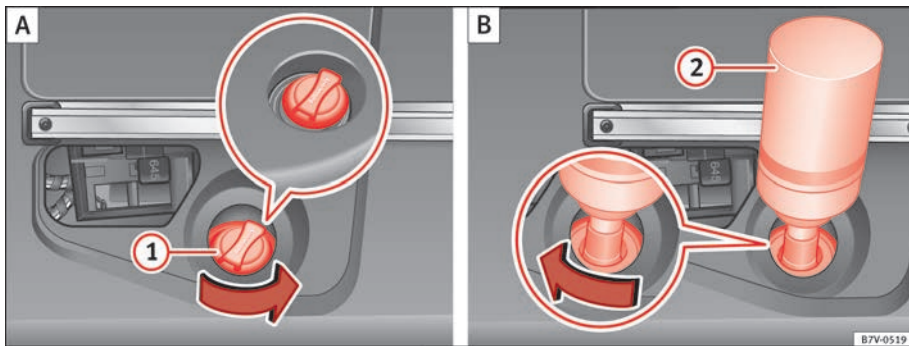

Abb. 165 AdBlue-Tank mit Verschluss des Tankeinfüllstutzens und Nachfüllflasche.
- Verschluss des Tankeinfillstutzens ⇒ Abb. 165 ① entgegen dem Uhrzeigersinn herausdrehen.